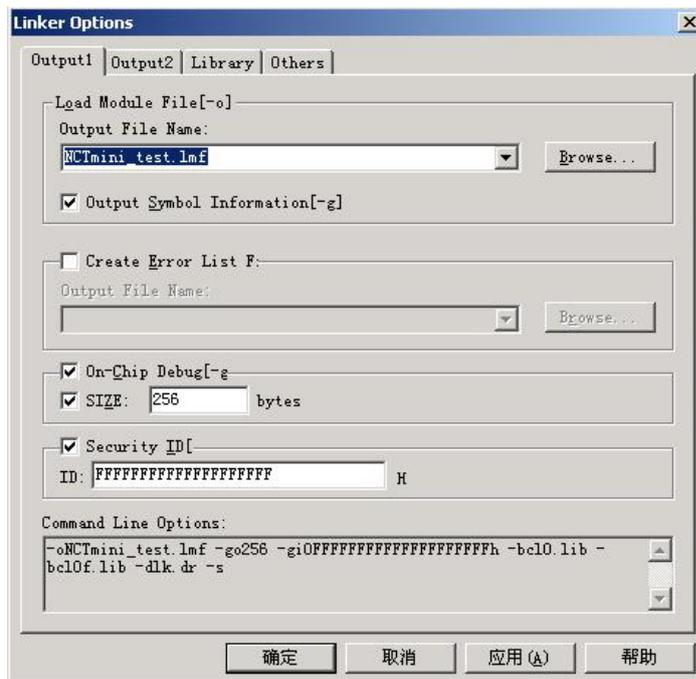

图 5-14 Linker Options 对话框
1. 如果需要使用 MINICUBE 调试，那么要注意在此处打开 OCD 功能，否则无法进入调试器。选中图 5-14 的 On-Chip Debug 选项就打开了 OCD 功能。
2. 如果也选中了“Security ID”，就可以设置密码。即用户使用默认 Security ID，同样也建议用户激活该选项（如图 5-14 所示），以确保用户程序不会覆盖占用这几个字节的内容。